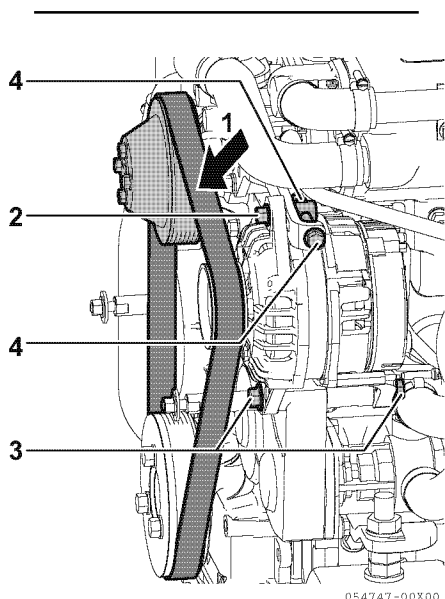

Abbildung 4
2. Überprüfen Sie den Riemen, indem Sie die Mitte des Riemens (**Abbildung 4, (1)**) durchdrücken.
3. Lösen Sie die 3 Schrauben des Generators (**Abbildung 4, (2) (3) (4)**).
4. Drehen Sie die Einstellschraube ein (**Abbildung 4, (4)**) und verstellen Sie den Generator, um die Riemenspannung passend einzustellen.